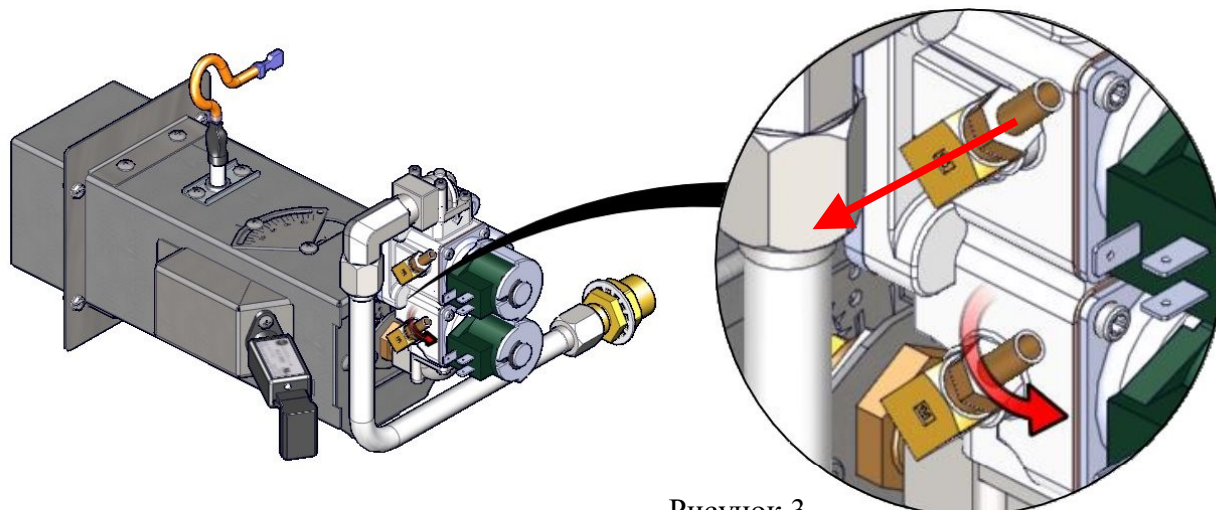

Рисунок 3
- Ослабьте регулировочный винт 1 полный оборот против часовой стрелки (рис. 3)